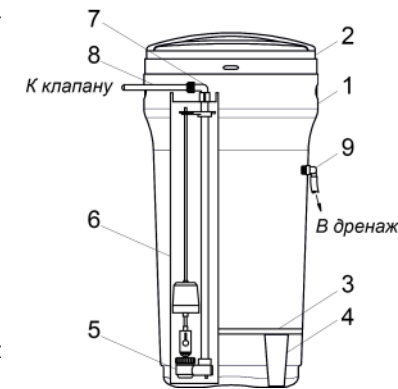

Рис. 2
7.6 В состав реагентного бака входят следующие элементы (Рис. 2):